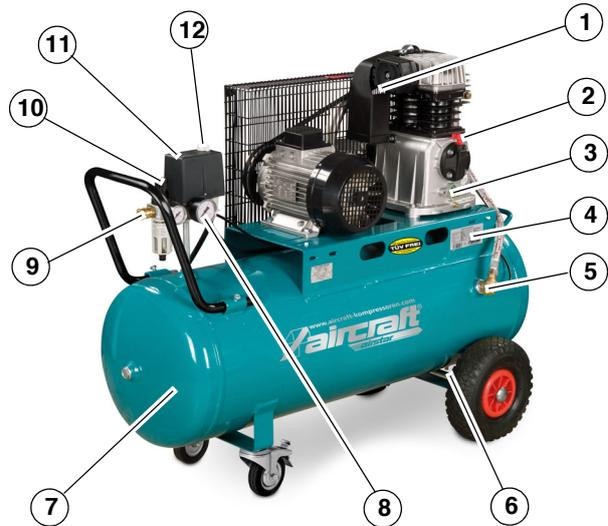

Abb. 8: AIRSTAR 503/100
Schritt 5: Lassen Sie den Kompressor beim Erststart ungefähr zehn Minuten lang mit einem untergestellten Auffangbehälter laufen, wobei die Entwässerung (Pos. 6, Abb. 8) geöffnet ist.